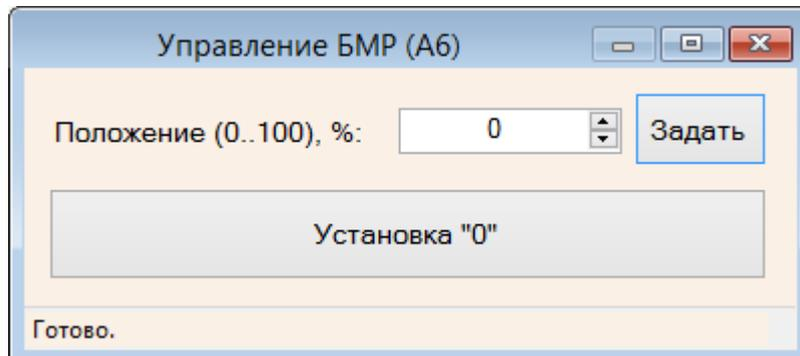

Рисунок 20 – Управление БМР
6. Блок малого расхода (А6) – при клике происходит открытие диалогового окна управления блоком малого расхода (рис. 20).